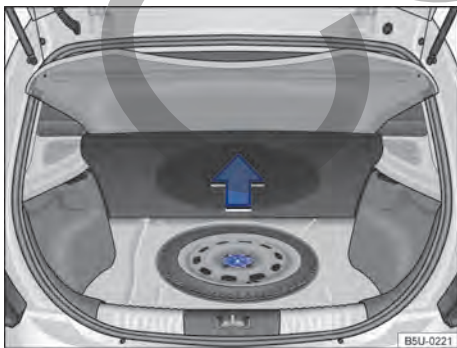

Fig. 168 En el maletero, por debajo del revestimiento del piso: rueda de emergencia y herramientas de a bordo.
Las herramientas de a bordo y la rueda de emergencia están ubicadas en el maletero, debajo de la alfombra → fig. 168.
- Levantar el revestimiento del maletero → fig. 168.